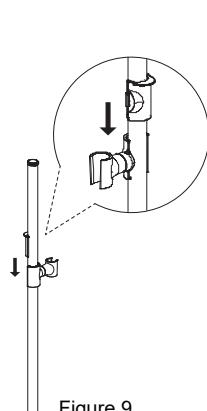

Figure 9
- a) Cliquez sur l'avant du curseur sur un côté du rail cabré . Cliquez sur l'arrière du curseur au-dessus de la partie avant sur l'autre côté du rail cabré. Faire glisser la partie arrière dans la partie avant pour la fixer (Figure 9).